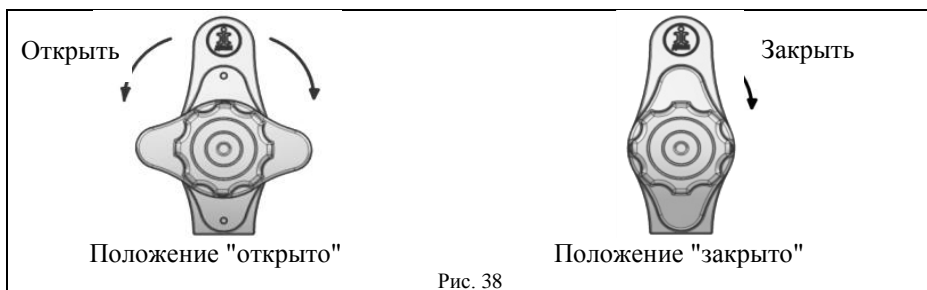

Рис. 38
- повернуть корпус фиксатора на замке стойки против часовой стрелки в положение "открыто" (см. рис. 38);
- приподнять основание стола вверх (см. рис. 38а) вытащить замок стойки;
- опустить основание стола до упора, повернуть корпус фиксатора по часовой стрелке в положение "закрыто" (см. рис. 38).
Рис. 38а